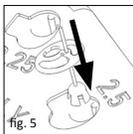

fig. 5
■ **fig. 5** TTP® VARIAC-protesen føres inn i den hertil tiltenkte fordyppningen i sizer disken i samsvar med den lengden som er beregnet på forhånd (se ovenfor: Bruk av sizer disk). Slissene i protesens klokke innrettes slik at klokken kan gli ned langs føringskantene. Denne prosedyren bør utføres ved hjelp av den titaniumspisetten (REF 8000 136) som kan leveres som ekstrautstyr.